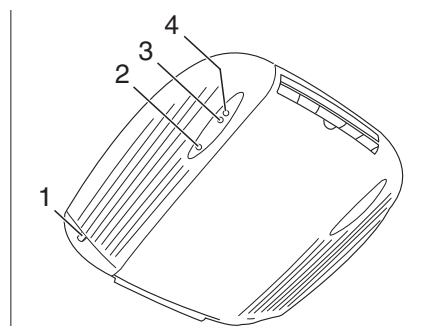

Fig. 181 Vue de l'intérieur
- Raccorder le véhicule à l'alimentation 230 V. La climatisation est prête à fonctionner. La DEL rouge (Fig. 181,2) s'allume.
Le voyant de contrôle vert (Fig. 181,3) indique le fonctionnement de refroidissement, le voyant de contrôle rouge (Fig. 181,4) le fonctionnement de chauffage.